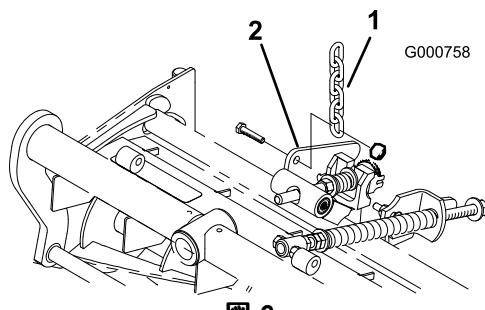

図 6
12. ターフ補正スプリングのブラケットをカッティングユニットスタビライザの耳に止めているナットを外す図 6。チェーンをキャップスクリュに通し外したナットで固定する。